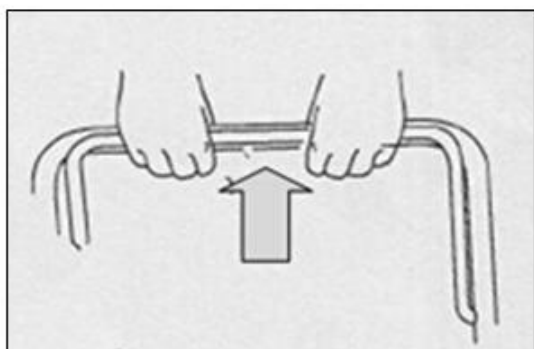

Fig 2A
- b) De pie detrás de la unidad, tome la manija de control del freno y sosténgala contra la manija superior (Fig. 2A)